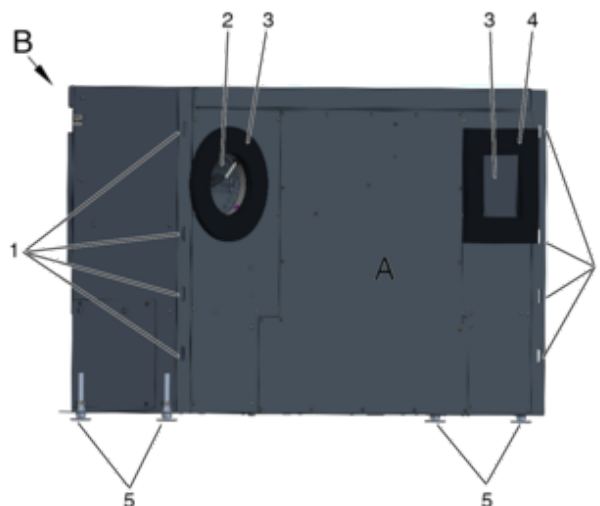

Abb. 4: Geräteaufstellung
- ▶ Lüftungsgerät mit der Fassadenseite (Abb. 4 /A) an die Fassade stellen. Die Luftöffnungen (Abb. 4 /2 und Abb. 4 /4) müssen dabei mit den Öffnungen in der Fassade übereinstimmen, ggf. mit Justierfüßen justieren.
- ▶ Das Lüftungsgerät mit geeigneten Schrauben (Ø 6 mm) an den Befestigungslöchern (Abb. 4 /1) und mit der Fassade verschrauben.
3. ▶ Justierfüße (Abb. 4 /5) justieren und kontern.